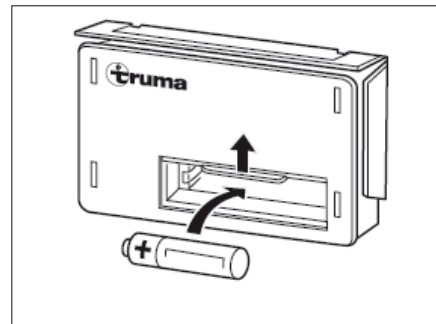

Fig. 107 Changement de pile
- Faire glisser vers le haut le recouvrement du compartiment à piles de l'allumage automatique (Fig. 107).
- Placer une pile neuve du même type dans le compartiment à piles de l'allumage automatique en respectant la polarité (+/-) (Fig. 107). Utiliser uniquement des piles Mignon à résistance thermique élevée (+70 °C) et ne coulant pas.